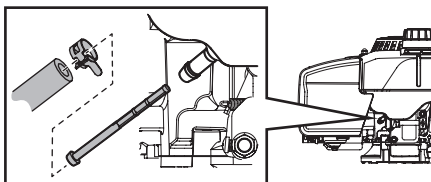

Figure 12
2. Enlevez le collier du conduit d'essence avant de détacher le conduit de la sortie (Figure 12).
4. Tenez le filtre neuf par l'épaulement et insérez-le complètement dans la sortie (Figure 12).